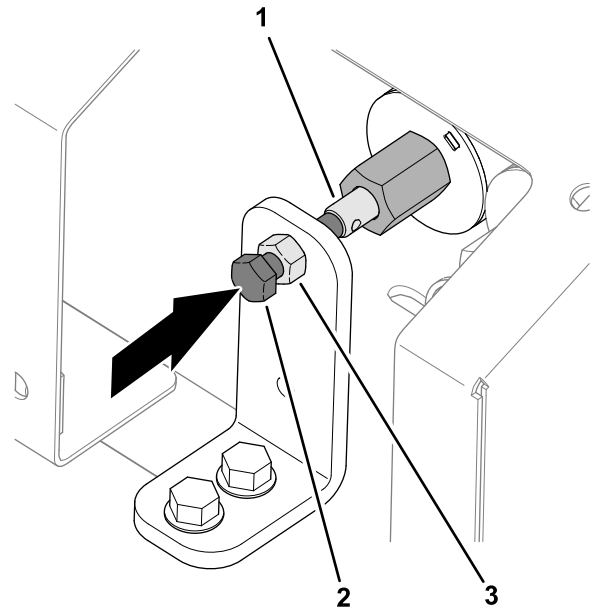

Bild 31
- Lösen Sie die Klemmmutter an der Halterung für die manuelle Übersteuerung (Bild 31).
2. Drehen Sie die Sechskantschraube für die Ventilüberschreibung im Uhrzeigersinn, um die Fahrgeschwindigkeit zu erhöhen (Bild 31).